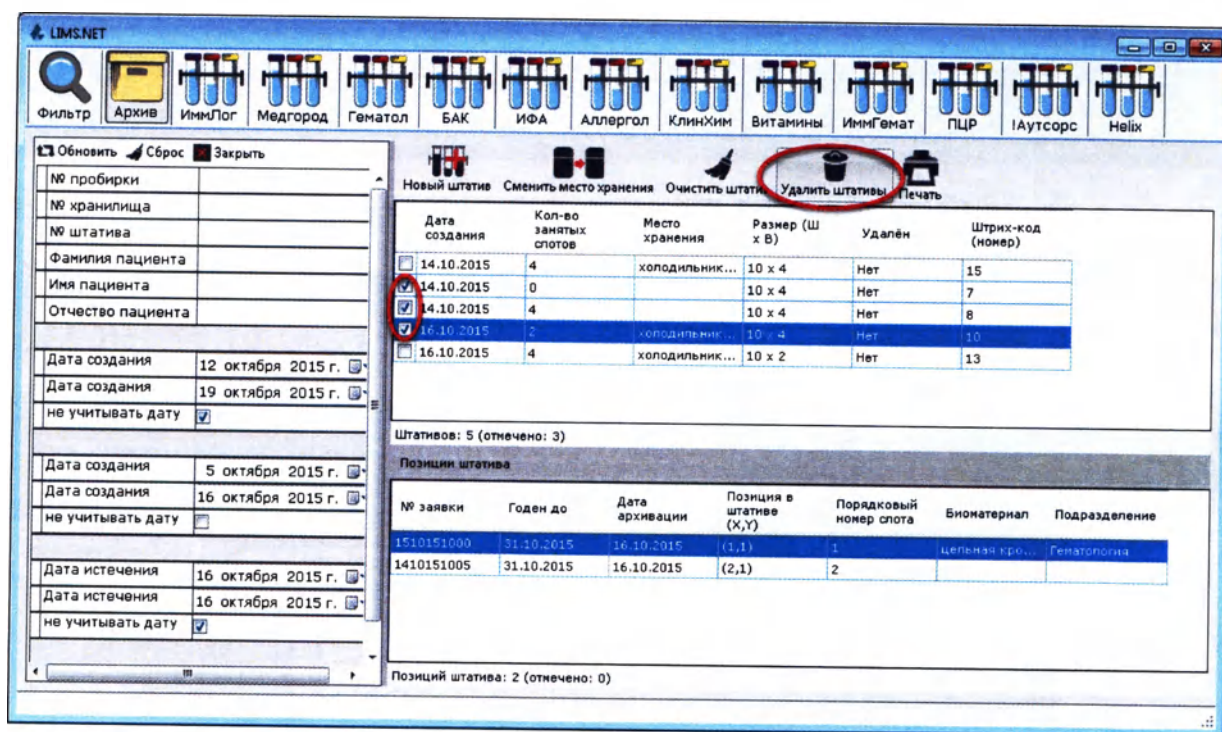

Рисунок 13.44
2.	Нажмите кнопку «Удалить штативы» (Рисунок 13.44):